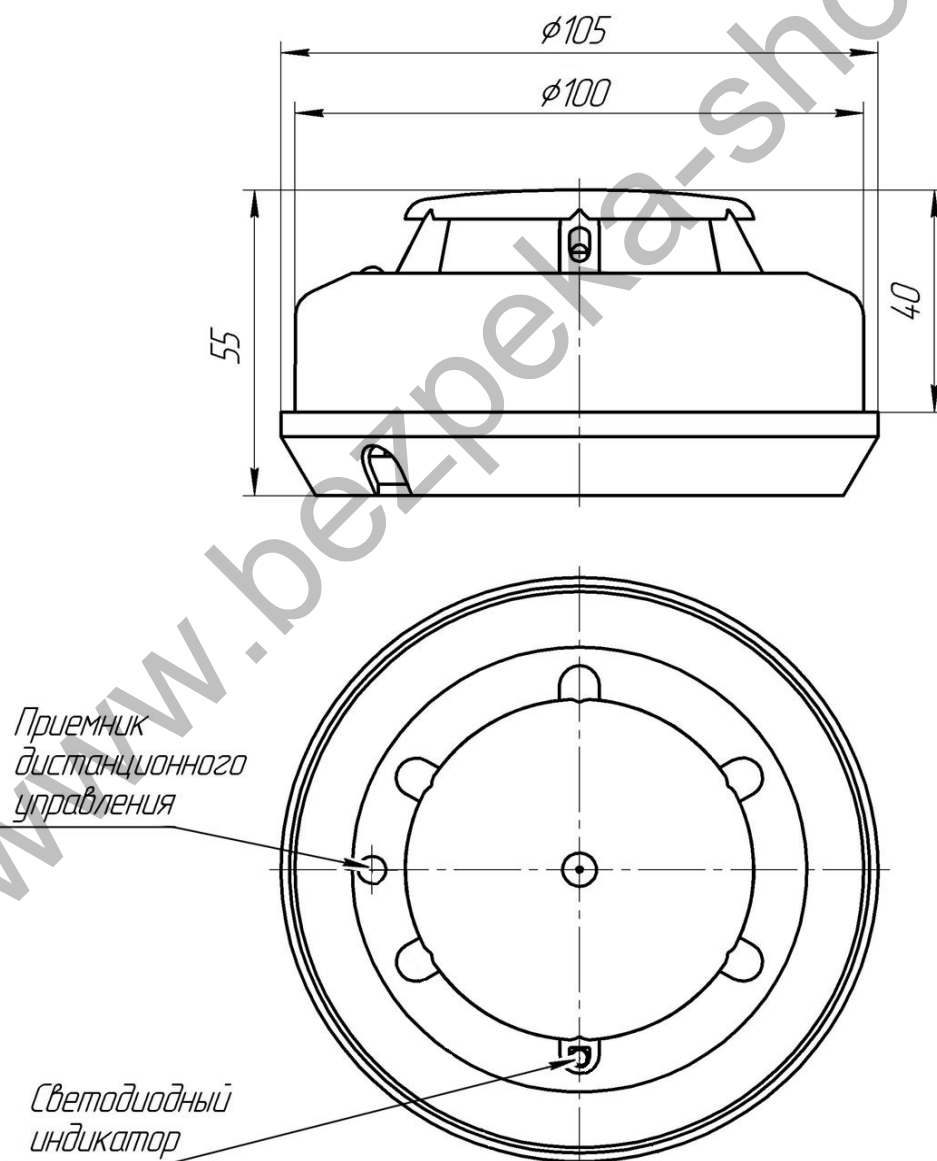

Рис. 1 – Общий вид извещателя и габаритные размеры с основанием
4.1 Извещатель состоит из блока извещателя пожарного установленного на розетку и основание. Общий вид извещателя приведен на рис. 1.